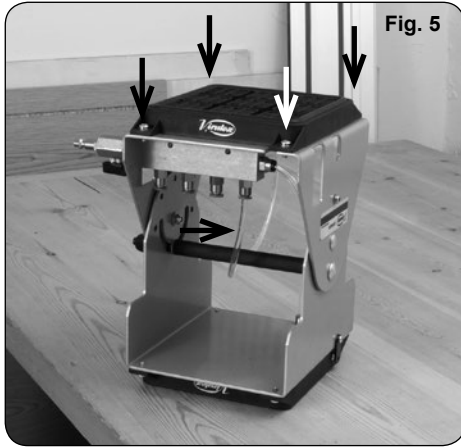

Fig. 5
- Si desea que la sujeción del soporte SVN450 sobre el lugar de trabajo sea también neumático puede montar un sistema SVN250 adicional en los taladros de que dispone la base del soporte principal y conectar la entrada de aire de la nueva unidad a uno de los conectores libres del distribuidor (Figs. 5 - 5.1).
- If you also wish to pneumatically fix the SVN450 support onto the work area, you may mount an additional SVN250 system, using the holes found on the main support base and connecting the air intake on the new unit to one of the free connectors on the distributor (Figs. 5 - 5.1).
- Pour que le serrage de l'unité SVN450 sur le plan de travail se fasse également par le vide, il est possible de monter un autre plateau à vide SVN250 dans les orifices de la base de l'unité principale et de brancher l'entrée d'air du nouveau plateau sur l'un des embouts disponibles du tiroir de distribution (Figs. 5 - 5.1).
- Wenn Sie auch die Halterung SVN450 mit Druckluft am Werkstisch befestigen möchten, können Sie in den Bohrungen der Grundfläche der Haupthalterung ein zusätzliches System SVN250 montieren und den Luftanschluss des neuen Geräts an einem freien Anschluss des Verteilers anschließen (Abb. 5 - 5.1).
- Se si preferisce che il fissaggio del supporto SVN450 nella postazione di lavoro sia anche di tipo pneumatico, è possibile montare un sistema SVN250 aggiuntivo nei fori di cui dispone la base del supporto principale e collegare l'ingresso dell'aria della nuova unità a uno dei connettori liberi del distributore (Fig. 5 - 5.1)
- Se pretender que fixação do suporte SVN450 sobre o local de trabalho seja também pneumática, pode montar um sistema SVN250 adicional, nos orifícios existentes na base do suporte principal, e ligar a entrada de ar da nova unidade a um dos conectores livres do distribuidor (Figs. 5 - 5.1)
- Для пневматического закрепления системы SVN450 на рабочей поверхности допускается использование дополнительного фиксатора SVN250, закрепив его через отверстия в основании системы и подключив в свободный разъем распределительного блока (Рис. 5).